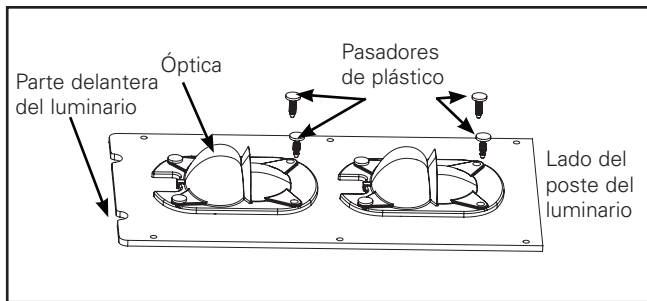
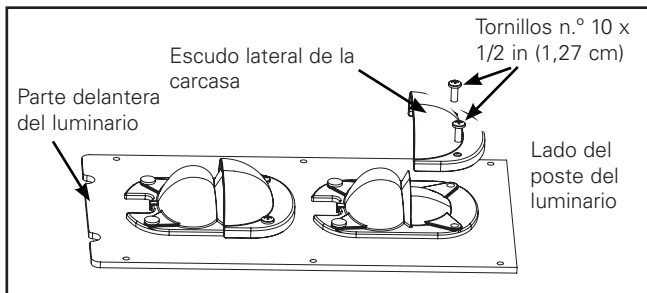

Figura 9
Figura 10
Escudo lateral de la carcasa (Figura 9 y Figura 10)
1. Retire los pasadores de plástico de la parte posterior de la óptica. (Figura 9)
Note: La protección lateral de la carcasa SÓLO debe instalarse en la parte posterior de la óptica, tal como se muestra. NO lo instale del otro lado de la óptica. (Figura 10)